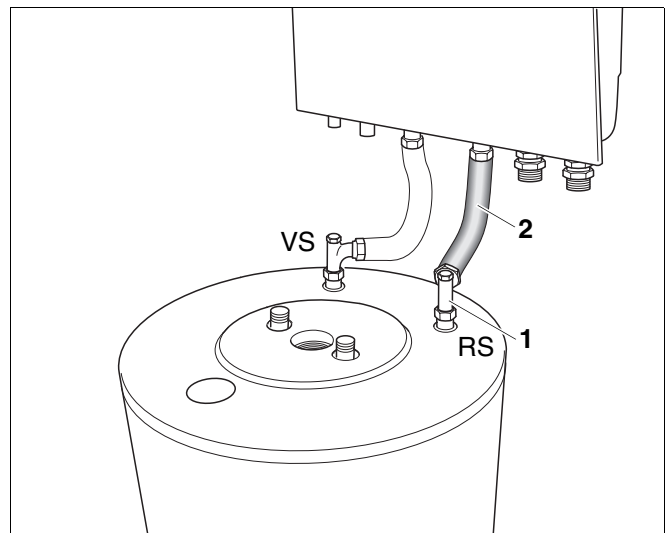

Abb. 18 Wellschlauch an Speicherrücklauf montieren
- In die Winkelverschraubung (Abb. 18, **Pos. 1**) die Dichtung einlegen.
- Winkelverschraubung (Abb. 18, **Pos. 1**) am Rücklauf des Speicher-Wassererwärmers schrauben und ausrichten (ca. 45° nach links, siehe Abb. 18).
- Wellschlauch (Abb. 18, **Pos. 2**) mit den Überwurfmutter und eingelegten Dichtungen zwischen die Winkelverschraubung des Rücklaufs am Speicher-Wassererwärmer und am Rücklauf des Heizkessels schrauben.